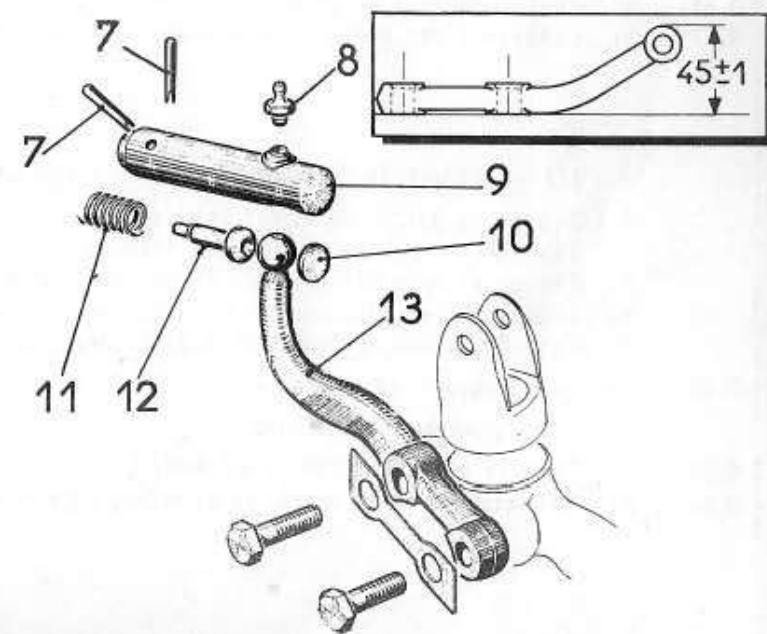

Fig. 17
411 - REMPLACEMENT des LEVIERS sur TETES de BIELLES (Fig. 17)
- 2) Resserrer les lèvres des goupilles coniques (7) à l'aide d'une pince, les chasser avec un chasse-goupille, dégager le levier (13), sortir le ressort de bielle (11), le coussinet intérieur de rotule (12), le coussinet extérieur de rotule (10), déposer le graisseur Técalémit (8) fixé sur la tête de bielle (9). Même travail sur autre côté.
N.B. - Vérifier si le levier n'est pas faussé en le posant à plat sur un marbre et en mesurant la cote comprise entre la face d'appui sur le pivot et le sommet de la rotule, cette cote est de 45 ± 1 mm (Fig. 17). Ne jamais chauffer un levier de direction pour le redresser, mais le remplacer.
<p>Attention - Pour permettre à la rotule du levier d'osciller sans dur et sans jeu, il est indispensable de procéder au montage de la façon suivante (Fig. 17).</p> <p>4) Introduire une cale de 0,1 derrière le coussinet extérieur (10) et la tête de bielle (9), remonter le levier de direction, le coussinet intérieur sur tête de bielle (9) sans remonter le ressort, présenter l'ensemble sur la bielle, remonter une goupille provisoirement, contrôler en serrant la bielle dans l'étau, le jeu de la rotule du levier de direction sur les coussinets, la rotule doit osciller sans dur et sans jeu. S'il y a du jeu, changer les coussinets intérieurs et extérieurs (procéder de façon identique sur l'autre levier). Déposer la goupille, dégager le levier et le coussinet intérieur, enlever la cale de 0,1, placée derrière le coussinet extérieur (10), le ressort (11) aura un débattement qui n'excédera pas 0,1.</p> <p>5) Reposer la tête de bielle (9), le coussinet extérieur (10), le levier (13) après avoir enduit la rotule de graisse, le coussinet intérieur (12), le ressort (11). Poser les goupilles coniques (7), écarter les bouts fendus. Remonter le graisseur Técalémit (8) après avoir contrôlé son bon fonctionnement. Procéder de façon identique sur autre levier.</p> <p>6) Pose de la direction (MR 408) et graisser.</p>